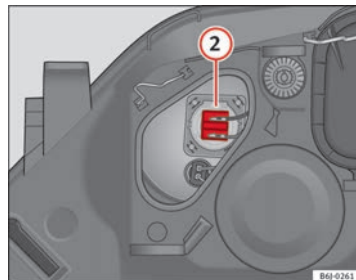

Fig. 151 Abbaglianti
- Estrarre il connettore ⇒ fig. 151 ② tirando verso l'esterno.